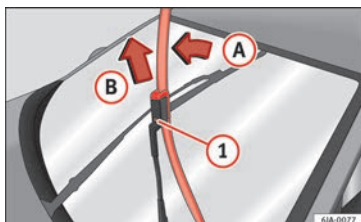

Fig. 70 As escovas dos limpa para-brisas.
- Remova o braço do limpa para-brisas do vidro, movendo ligeiramente a escova no sentido do braço - seta A » » » Fig. 70.
- Com a outra mão, desbloqueie o mecanismo de segurança ① e retire a escova no sentido da seta B.